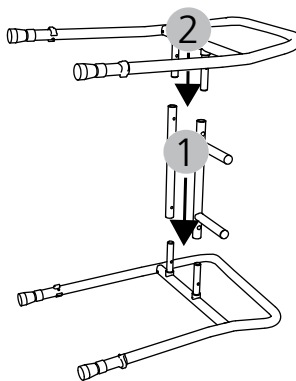

Abb. 6
1. Coloque uno de los elementos laterales sobre una superficie limpia, llana y estable (el suelo o una mesa). Encaje las piezas de unión en las piezas salientes del elemento lateral (fig. 6, 1).
2. A continuación, encaje el otro elemento lateral en las piezas de unión (fig. 6, 2). Haga coincidir los agujeros de las piezas de unión y los elementos laterales y atorníllelos. Para ello, utilice las piezas siguientes: